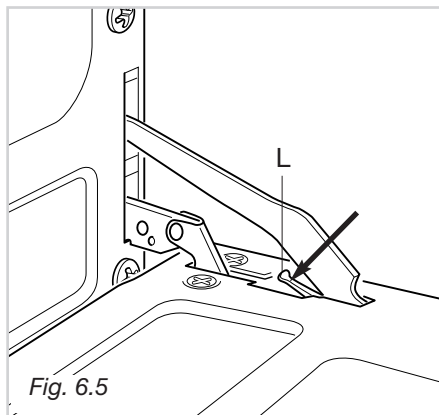

Fig. 6.5
- Spingere in basso la levetta di aggancio “L” (fig. 6.5) e mantenendola in questa posizione richiudere dolcemente la porta per ottenere il blocco della cerniera.